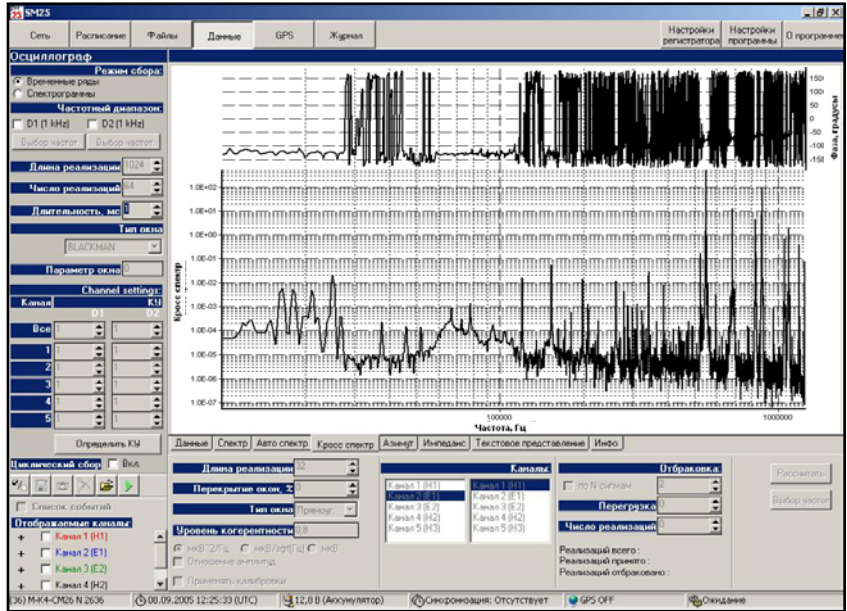

Рисунок 8.11
- Вкладка «Кросс спектр» (рисунок 8.11) выводит модули взаимных спектров по выбранным парам каналов, а также фазы по всему файлу данных.